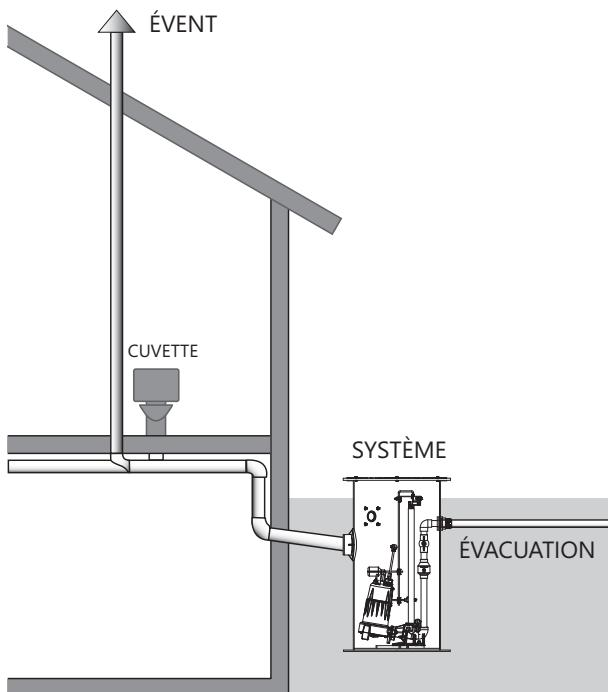

Figure 1. Entrée d'évent
C. Évent: Le bassin en fibre de verre fourni avec le modèle de série 2448 doit être étanche et bien ventilé afin de respecter les normes des codes de plomberie et de santé publique en vigueur. Le modèle de série 2448 est conçu pour être raccordé à une colonne de ventilation secondaire existante du bâtiment. Pour ce faire, il ne doit pas y avoir de trappe entre l'entrée du dispositif de série 2448 et le raccordement le plus proche d'une colonne de ventilation secondaire. Voir l'exemple présenté à la Figure 1. S'il n'est pas possible ou désirable d'appliquer cette restriction pour ce type d'installation, une bride de ventilation ou un passe-fil peut être installé dans un trou percé dans le couvercle en fibre de verre solide.